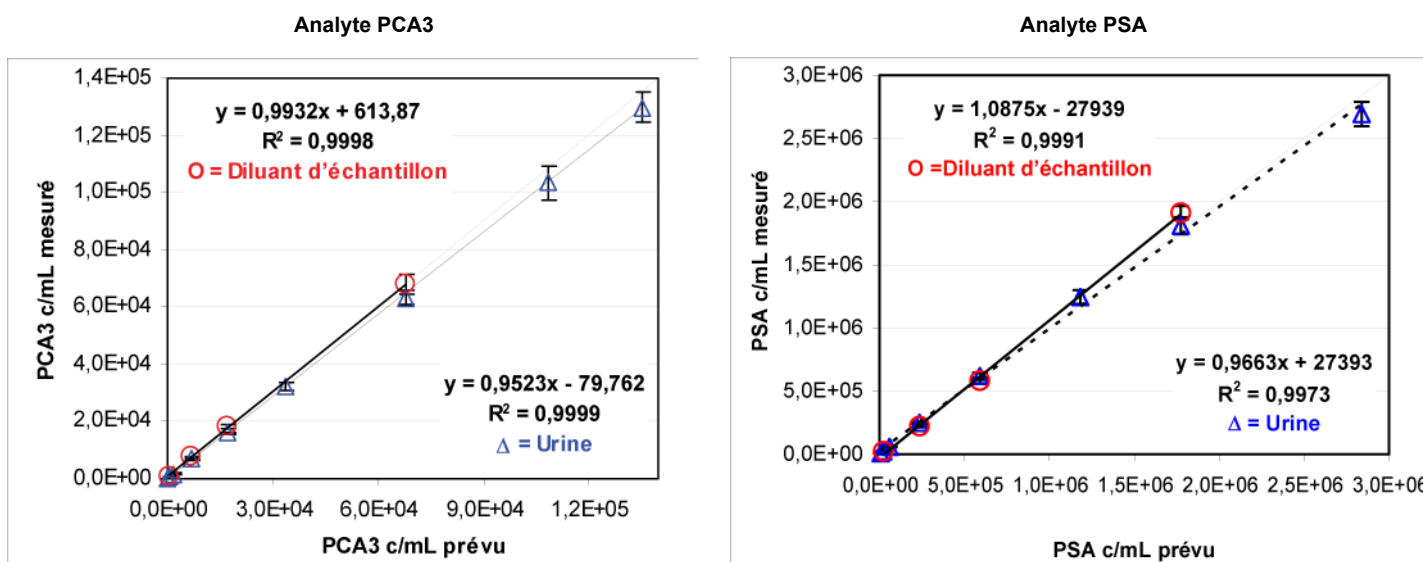

Figure 4. Linéarité du test PROGENSA PCA3 pour les analytes PCA3 et PSA
L'échelle linéaire du test PROGENSA PCA3 a été déterminée conformément à CLSI EP6-A (2003) (8) en se basant sur l'analyse de la régression linéaire (méthode des plus petits carrés). Deux jeux de séries de dilution ont été préparés à partir des échantillons contenant de fortes concentrations de mRNA de PCA3 et PSA. Un jeu a été dilué dans de l'urine féminine traitée et un autre dans un diluant d'échantillon. Les dilutions s'étaient sur la totalité de la fourchette du test, allant des calibrateurs positifs les plus élevés aux plus bas pour chaque analyte. Les résultats de test mesurés des deux analytes PCA3 et PSA ont montré une relation proportionnelle directe entre les dilutions testées et le c/mL de l'analyte signalé. Aucun effet de matrice de diluant significatif n'a été noté. Voir Figure 4.